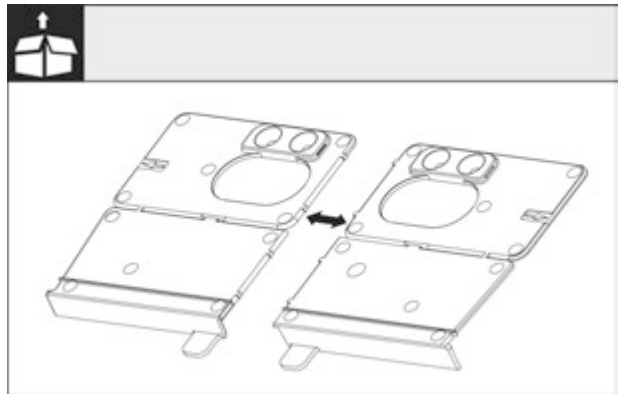

Fig. 27
► Монтажний кут дно Fig. 27 () відокремити на перфорації.